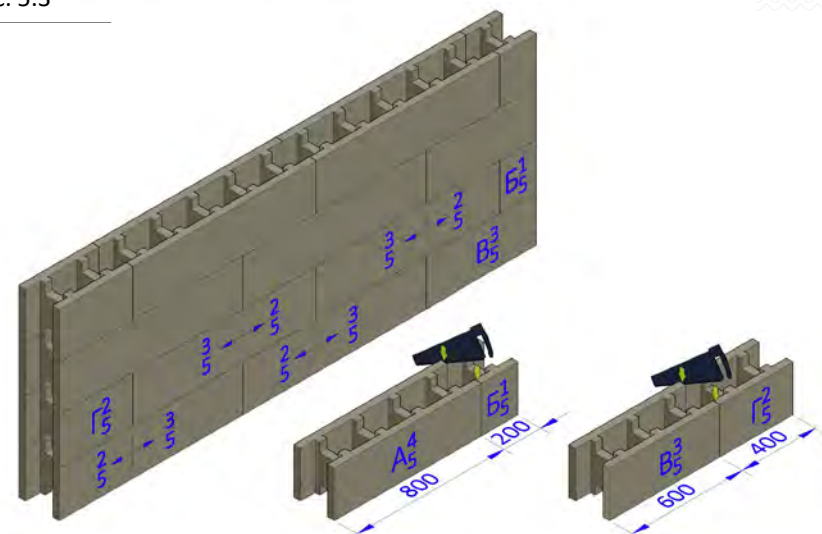

Рис. 5.4
5.3 Блоков серии 22/хх укладываются со смещением на  $\frac{1}{2}$ ,  $\frac{1}{3}$ ,  $\frac{2}{3}$ ,  $\frac{1}{4}$ ,  $\frac{3}{4}$  блока (см. рис. 5.4). Вертикальные стыки должны проходить со смещением, согласно выбранной доли блока в нижнем и верхнем ряду.